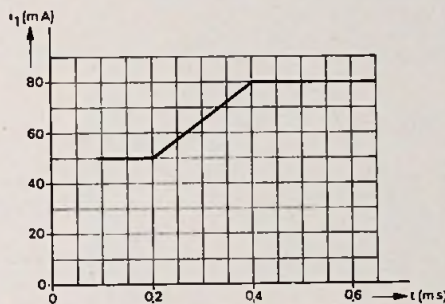

Fig. 6.
c. De stroom in L_1 verloopt nu volgens fig. 6. Teken het verloop van de spanning u_2 (voordat de stroom verandert, was hij reeds lange tijd 50 mA).